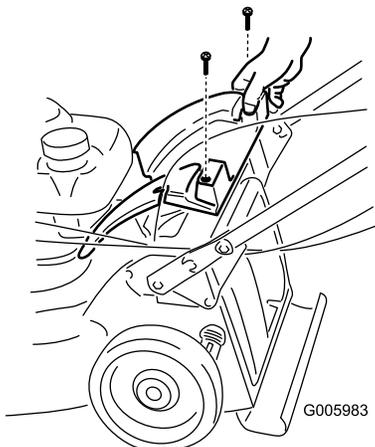

Figura 3
1. Retire los 2 tornillos que sujetan la cubierta trasera y retire la cubierta trasera (Figura 3).